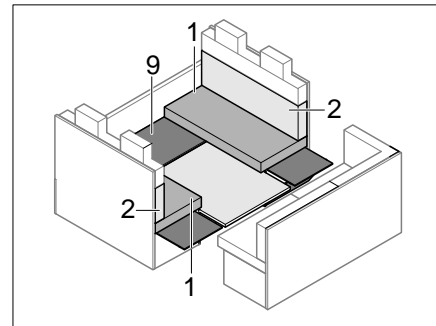

Bild 195 Während des Umbaus
- Unterbau (Bild 195,9) wieder auflegen.